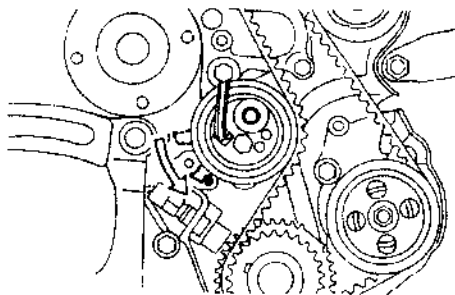

图 1—1—23 安装定位螺栓
⑥用梅花套筒扳手拧紧定位螺栓（见图 1—1—10），扭矩： $8\text{N}\cdot\text{m}$ 。注意：别让螺栓碰到 1 号惰轮定位器。